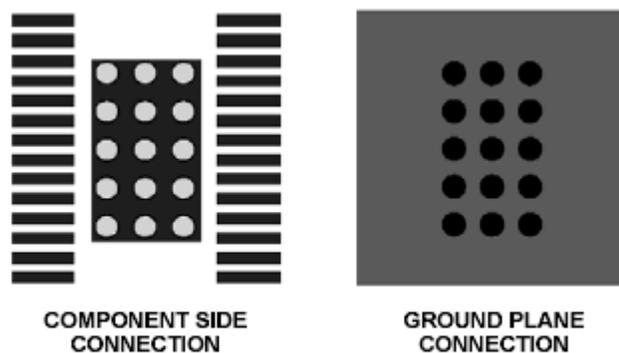

FIGURE 25. PCB LAYOUT - 28-PIN HTSSOP PACKAGE
3. 如果使用的是多层 PCB，热过孔（13 到 25mil）必须安装在导热板下面，和接地面相连。在过孔上不要安装散热盘（thermal reliefs）。图 25 展示了这一典型连接。